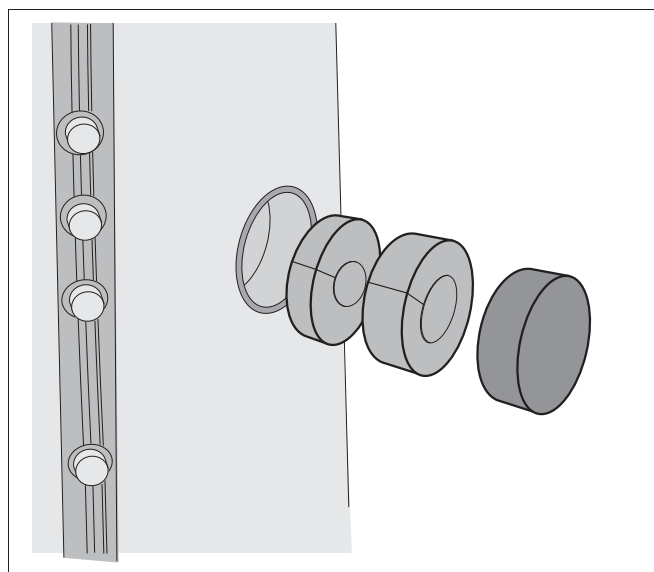

Рис. 14 Части теплоизоляции, закрывающие подключение электронагрева
- ▶ Закройте соединительный штуцер ЕН (рис. 14) деталями теплоизоляции и вставьте заглушку.
Если используется электронагревательная вставка, то действует та же последовательность монтажа частей теплоизоляции, как показано на рис. 14. Теплоизоляционные пробки и заглушка в этом случае не требуются.